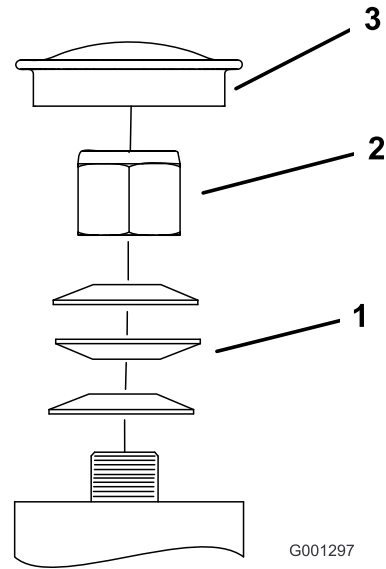

Figura 69
3. Retire el tapón guardapolvo de la rueda giratoria y apriete la contratuerca (Figura 69).
4. Apriete la contratuerca hasta que las arandelas de muelle estén planas, luego afloje  $\frac{1}{4}$  de vuelta para establecer la pre-carga correcta de los cojinetes (Figura 69).
**Importante:** Asegúrese de que las arandelas de muelle están correctamente instaladas, según se muestra en Figura 69.
5. Coloque el tapón anti-polvo (Figura 69).